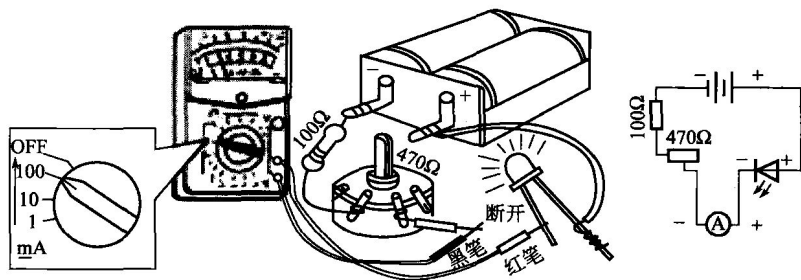

图 1-10 用万用表测电流
(3) 测量交流电压
① 选择量程 万用表的交流电压挡主要有 10V、50V、250V、500V、1000V、2500V 六挡。交流电压挡的测量方法同直流电压挡测量方法相同，不同之处就是转换开关要放在交流电压挡处以及红黑表棒搭接时不需再分高、低电位（正负极）。
② 应用举例 下面以测量市电电压的大小来说明交流电压的测量方法，估计市电电压不会大于 250V 且最接近 250V，故将挡位选择开关置于交流 250V 挡，然后将红、黑表笔分别插入交流市电插座，即让红、黑表笔与交流市电相接，读数时查看第二条刻度线，再观察表针所指刻度对应的数值（读最大值为 250 那组数），现观察表针指的数值为 230，故市电电压为 230V。
(4) 测量直流电流
① 选择量程 万用表直流电流挡标有“mA”有 0.05mA、0.5mA、5mA、50mA、500mA 总共 5 个量程。选择量程，应根据电路中的电流大小。如不知电流大小，应选用最大量程。
② 测量方法 万用表应与被测电路串联。应将电路相应部分断开后，将万用表表笔接在断点的两端。红表笔应接在和电源正极相连的断点，黑表笔接在和电源负极相连的断点，如图 1-10 所示。